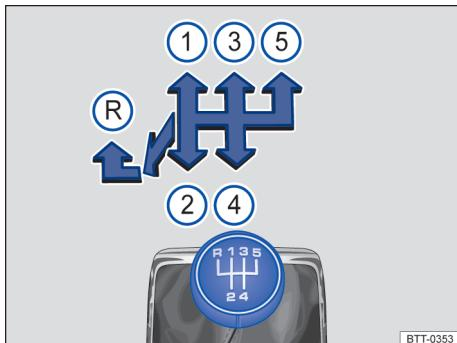
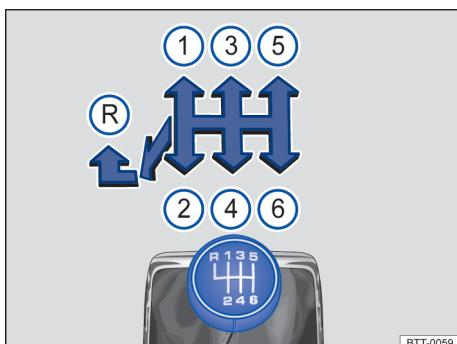

Fig. 112 Esquema das marchas de uma transmissão manual de 5 marchas.
Fig. 113 Esquema das marchas de uma transmissão manual de 6 marchas.
Na alavanca de troca de marcha estão representadas as posições de cada uma das marchas → Fig. 112 ou → Fig. 113.
- Mova a alavanca de troca de marcha totalmente para a esquerda e depois para frente até a posição da marcha a ré → Fig. 112  ou → Fig. 113 .